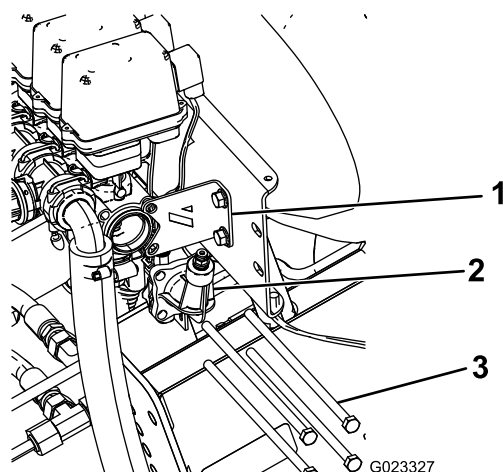

図 10
1. 水圧ゲージポートをブームバルブに取り付けている長いボルト4本を外して廃棄する図 10。平ワッシャとナットは捨てないこと。
2. スタビライジング・ブラケットをバルブ・アセンブリに固定しているボルトとナット2組を外して保管する図 10。